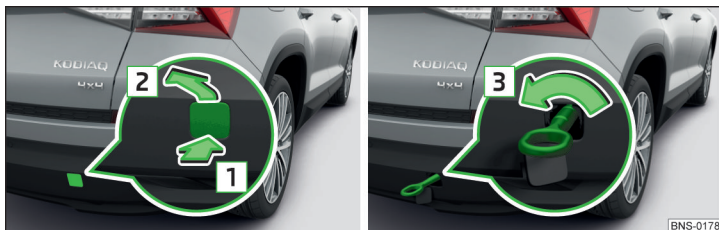

Abb. 348 Abdeckkappe abnehmen / Abschleppöse einbauen
- › Zum **Abnehmen** auf die Abdeckkappe in Pfeilrichtung **1** drücken und diese in Pfeilrichtung **2** abnehmen » Abb. 348.
- › Zum **Einbauen** die Abschleppöse von Hand in Pfeilrichtung **3** » Abb. 348 bis zum Anschlag einschrauben » **!**.